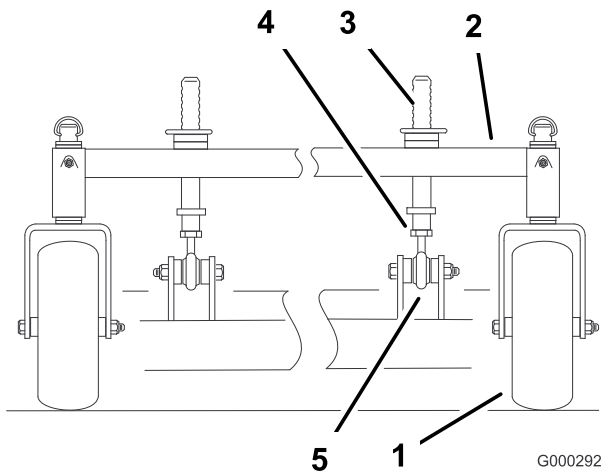

Figura 67
1. Para cambiar la inclinación longitudinal, pueden ajustarse los pilares delanteros de ajuste de altura de corte (Figura 67).
- Para elevar la parte delantera de la plataforma, afloje la contratuerca y haga girar el pilar delantero en el sentido de las agujas del reloj (Figura 67).
- Para bajar la parte delantera de la plataforma, afloje la contratuerca y haga girar el pilar delantero en el sentido contrario de las agujas del reloj (Figura 67).
- Apriete las contratuercas (Figura 67).